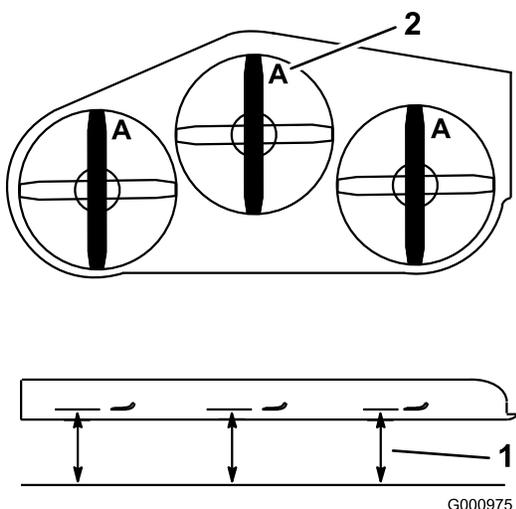

Рисунок 69
2. Измерьте расстояние от горизонтальной поверхности до режущей кромки ножей в положении **A**, (Рисунок 69).